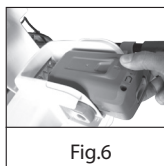

Fig.6
Positionnez la clé de sécurité et la batterie comme sur la fig.6 ci-contre.
- Montez une batterie chargée comme sur la figure 6 ci-dessus. Fig 6
- Avec le pouce droit, appuyez sur le bouton de sécurité (3) de la poignée de commande en le maintenant enfoncé, puis de la main gauche, tirez vers le guidon la poignée métallique de commande Marche/Arrêt (1) et dès que le moteur se lance, vous pouvez relâcher le bouton de sécurité (3).